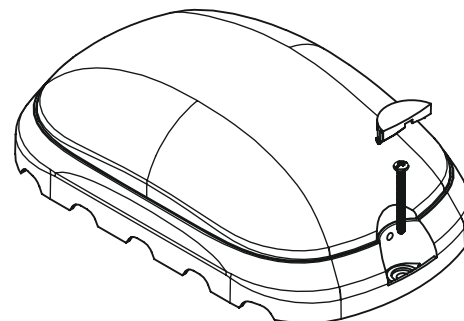

Рисунок 3 — Порядок установки антивандальных заглушек
7.5 Установить изделие через крепёжные отверстия в корпусе с помощью штатных элементов крепления, защелкнуть антивандальные заглушки (рис. 3).